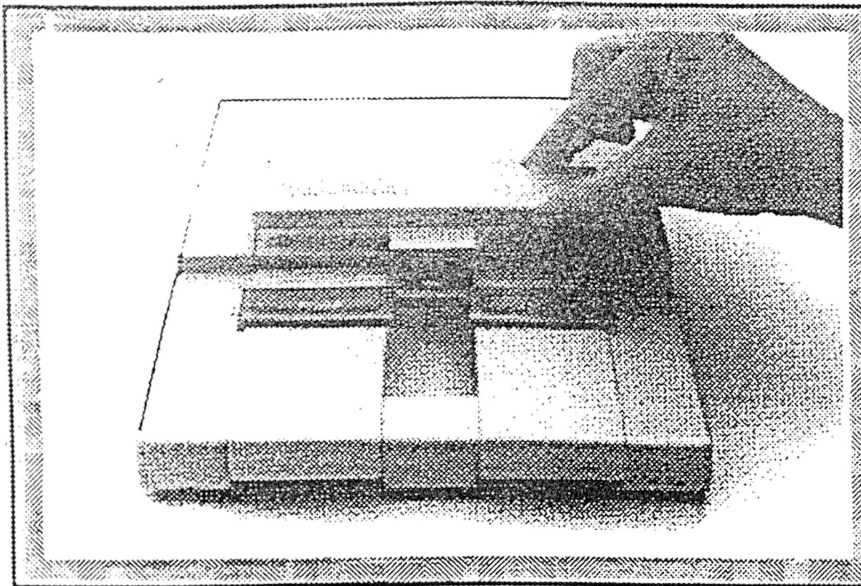

Fig. 20
6. Coloque de ponta-cabeça o gabinete superior cuidando que os comutadores de energia e reset estejam na posição OFF (desligado). Remova o painel do logotipo levantando verticalmente a peça (Fig. 20).